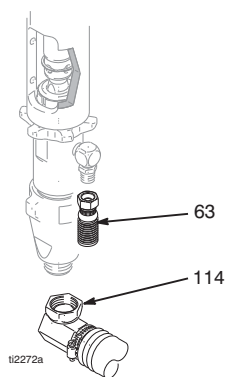

FIG. 7
3. (Fig. 7) Demontera sugröret (114) och färgslang (63) (lossa i sviveländan).